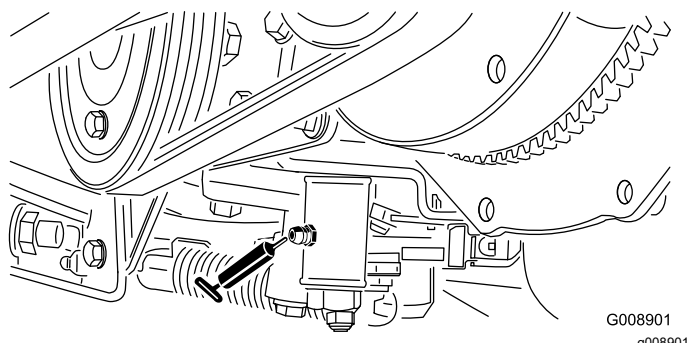

Figura 60
- Meccanismo di regolazione della folle (Figura 60)